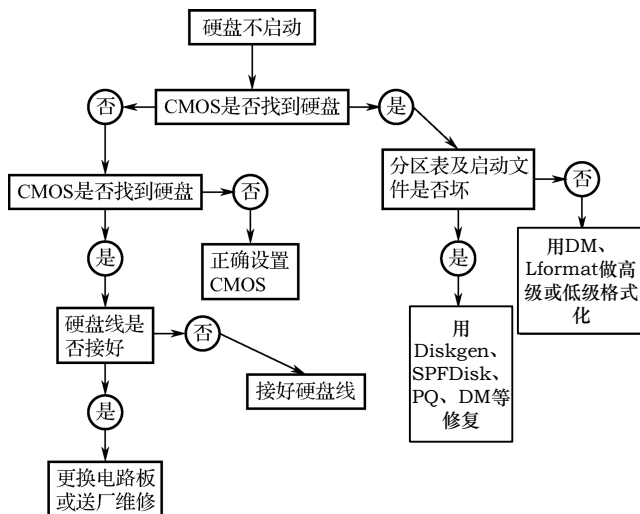

图 6-7 硬盘故障维修流程
(1) 硬故障。硬故障是指硬盘驱动器物理结构上的故障,需要拆机进行检测和诊断。有时要用专门的仪器来检测故障,然后进行修理和更换。
(2) 软故障。软故障主要是硬盘驱动器的主引导扇区或硬盘分区表或 DOS 系统分区及系统文件等发生故障,从而引起硬盘瘫痪。对于软故障,则可以利用 Diskgen、SPFDisk、PQ 以及 DM 等工具对硬盘的分区进行修复或者重新划分和格式化。硬盘故障维修流程如图 6-7 所示。